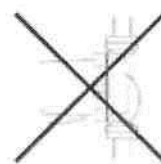

Рис. 3
2.8. Запрещается установка распределительной коробки в нижнем положении, относительно корпуса электромотора (см. рис. 3).